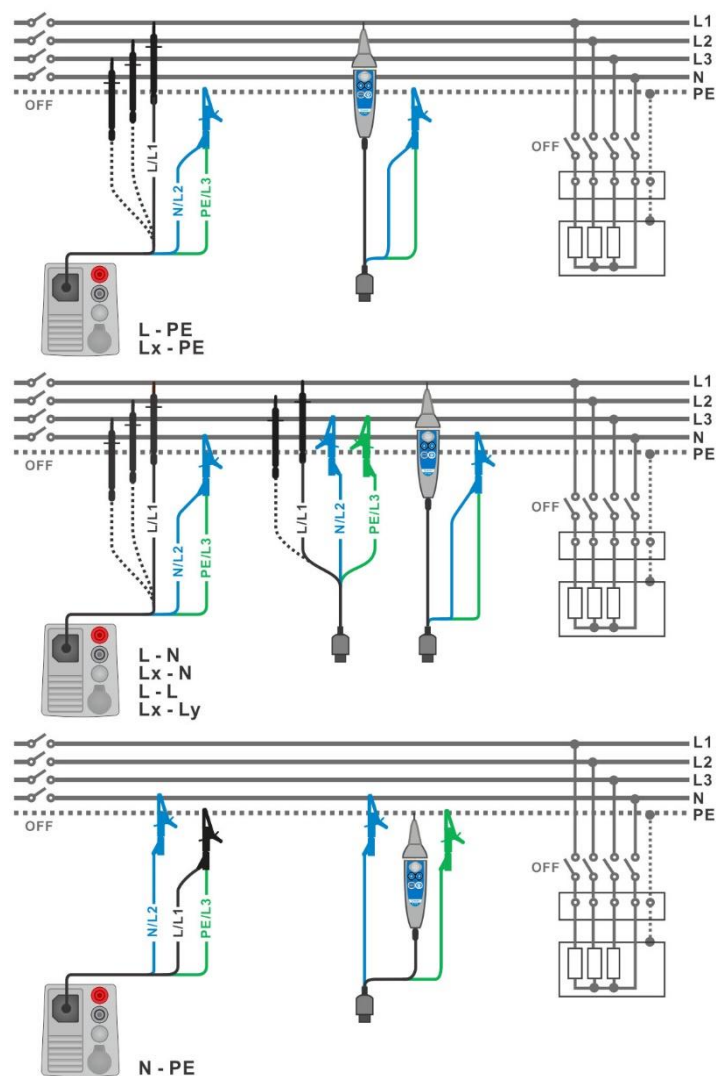

Abbildung 7.7: Anschluss des 3-adrigen Prüfkabels und der Commander-Prüfspitze
- › Schließen Sie die Prüfleitungen am Prüfobjekt an (siehe **Abbildung 7.7**).